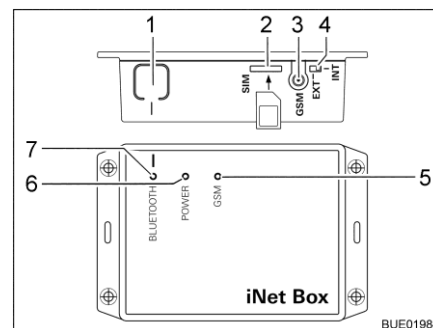

Fig. 76 Truma iNet-Box
- Pulsar la tecla BLUETOOTH (Fig. 76,1) en la iNet-Box por 1 segundo. La Truma iNet-Box estará visible por aprox. 2 minutos en el terminal móvil (nombre: "Truma iNet-Box"). Durante este intervalo, el LED BLUETOOTH azul (Fig. 76,7) estará parpadeando.
- Insertar la tarjeta mini SIM con número de teléfono propio y suficiente crédito cuidadosamente en la ranura (Fig. 76,2) de la Truma iNet-Box del modo mostrado hasta que engatille. El LED GSM rojo (Fig. 76,5) deberá parpadear de manera permanente. Si el LED rojo se apaga después de 20 segundos: Controlar la tarjeta mini SIM.